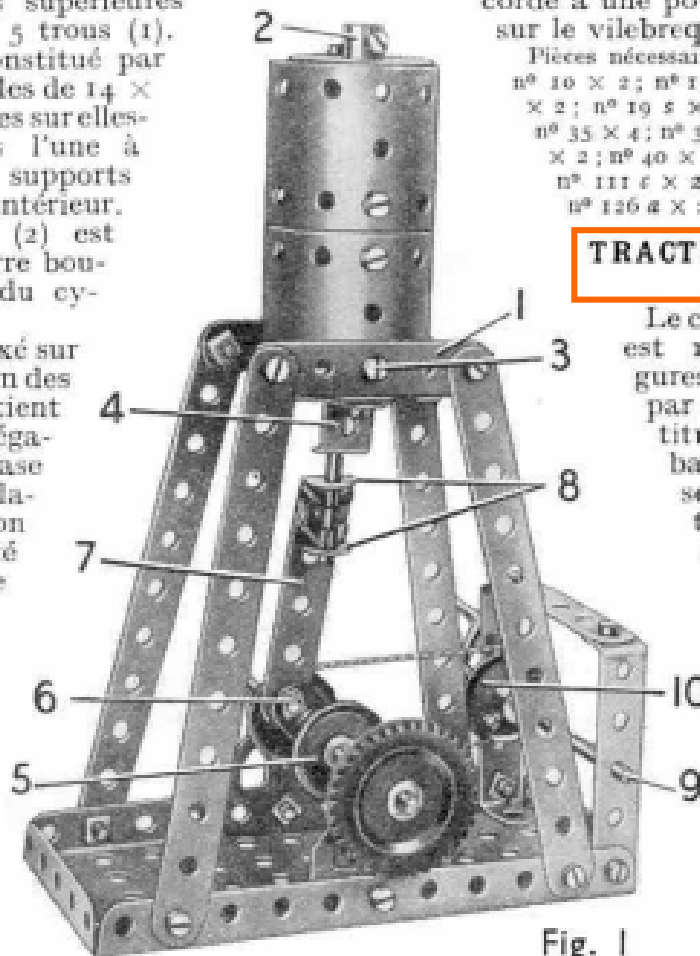

Fig. 1
La machine à vapeur verticale, qui apparaît sur la figure 1, est montée sur une plaque à rebords de  $14 \times 6$ . Les montants, qui soutiennent le cylindre de chaque côté, sont deux bandes de 11 trous réunies à leurs extrémités supérieures par une bande de 5 trous (1). Le cylindre est constitué par deux plaques flexibles de  $14 \times 4$  centimètres cintrées sur elles-mêmes et réunies l'une à l'autre par deux supports plats placés à l'intérieur. Une roue barillet (2) est fixée sur une équerre boulonnée au sommet du cylindre.